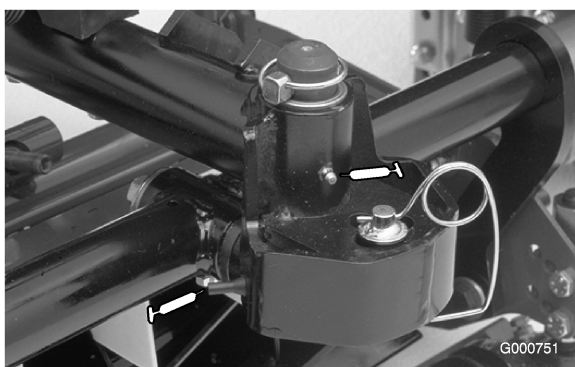

Figura 29
- Estrutura de suporte e articulação da unidade de corte (2 de cada) (Figura 29)